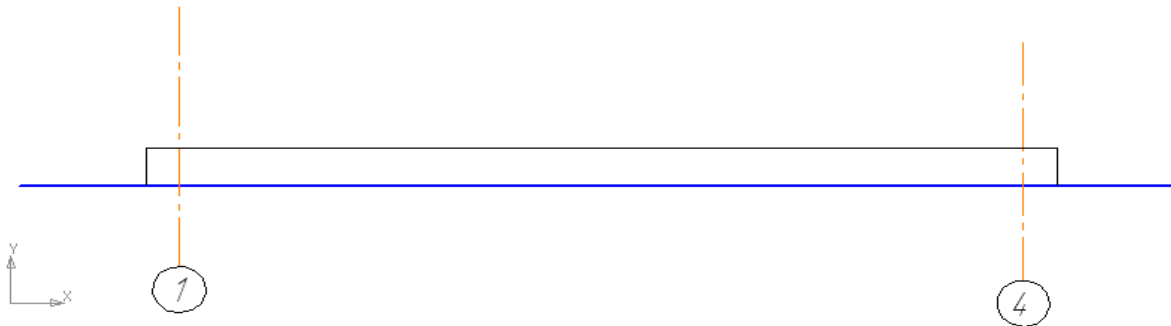

Рис.11
4. Построить вылет цоколя, для этого рассчитать длину отрезка (внешняя привязка стены + вылет цоколя 120 мм), рис.11